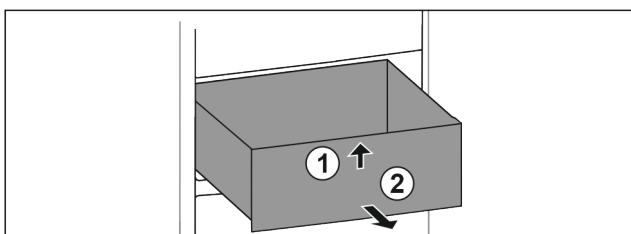

Fig. 71
- Soulever la partie avant du tiroir. Fig. 71 (1).
- Retirer le tiroir par l'avant. Fig. 71 (2)